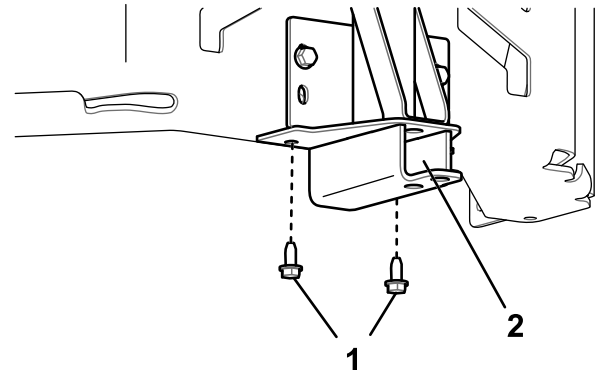

Figure 8
- Fixez le cadre de pivot au bas du cadre de la machine avec 2 vis autotaraudeuses (5/16 x ¾ po), comme montré à la Figure 8.